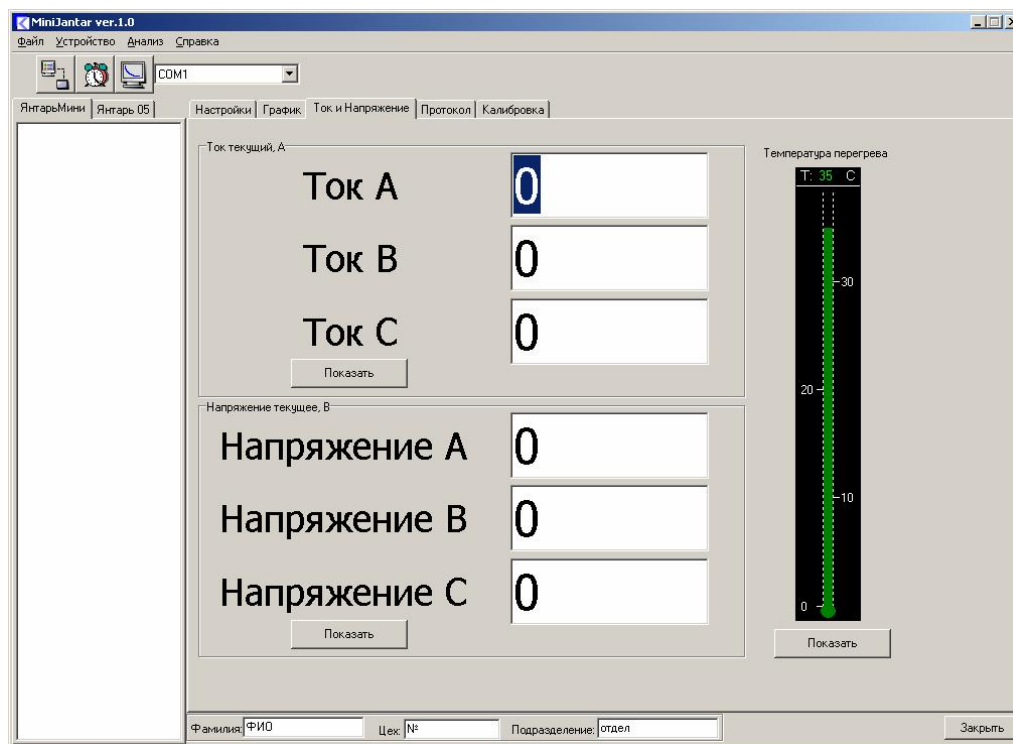

Рис. 4 Окно просмотра текущих значений фазных токов и напряжений, а также температуры обмоток
2.3.2 Контроль текущих значений фазных токов и напряжений, а также расчетной температуры обмоток электроустановки (если включена функция защиты по перегреву (MT3 с ТВ3)) осуществляется с помощью пульта управления и индикации или с помощью сервисной программы (рис. 4).